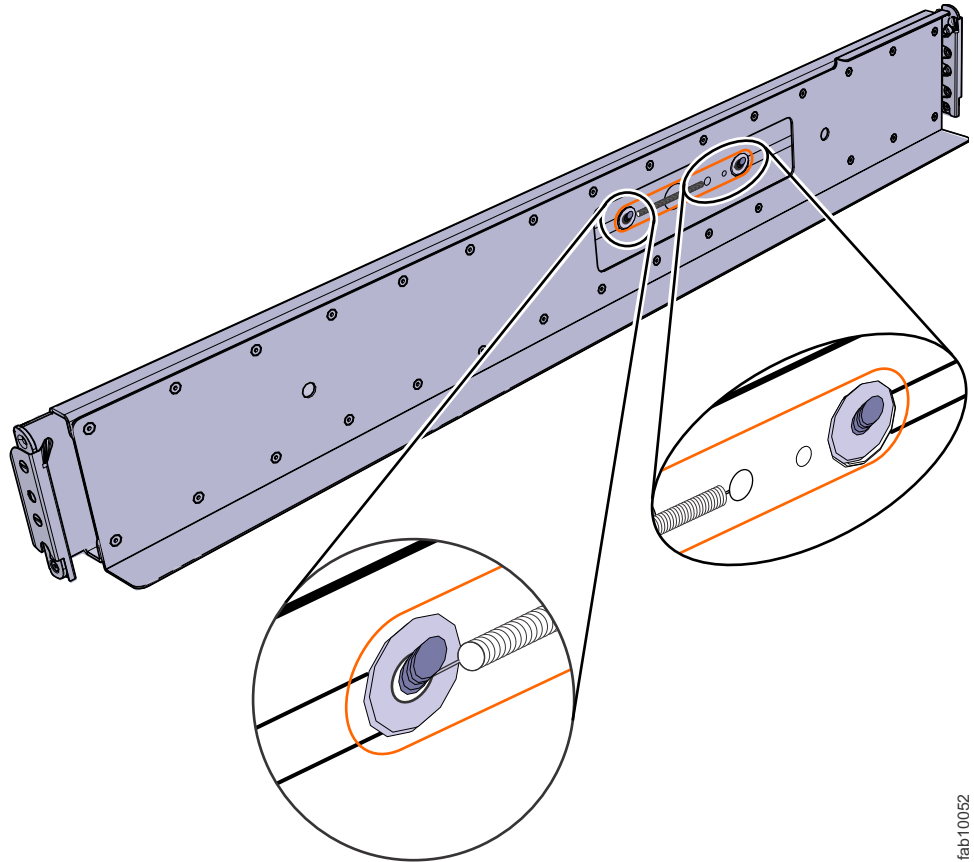

Abbildung 33. Schienenfeder installieren
- b. Schieben Sie die Öse an einem Ende einer Feder über einen Stift auf der Innenseite der Schiene. (Siehe Abb. 33 auf Seite 31.)